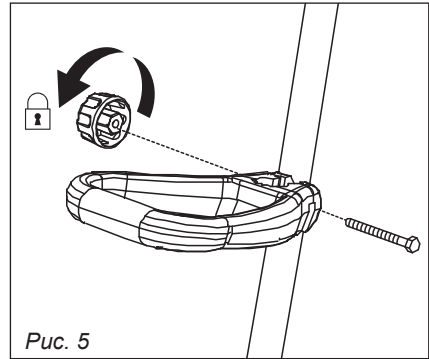

Рис. 5
3. Вставьте болт в отверстия вспомогательной рукоятки и затяните, рис. 5.